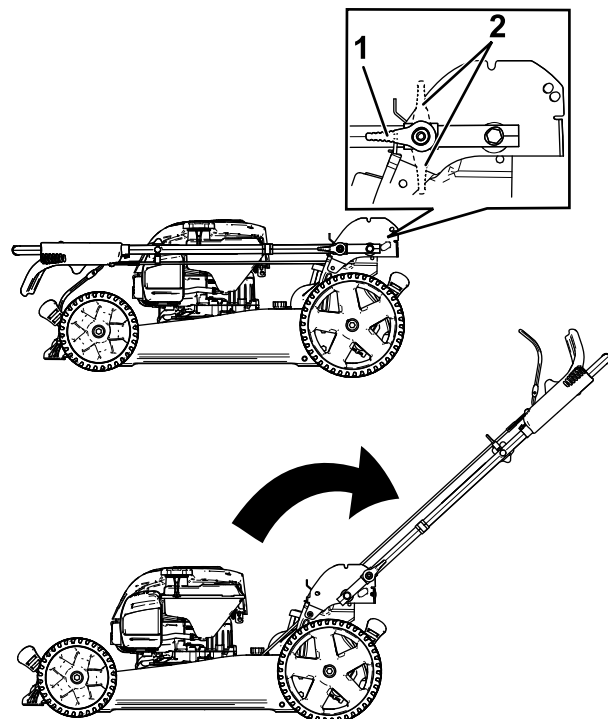

Figura 3
1. Abra las palancas de bloqueo del manillar (Figura 3).
2. Mueva el manillar hacia atrás a la posición de operación (Figura 3).